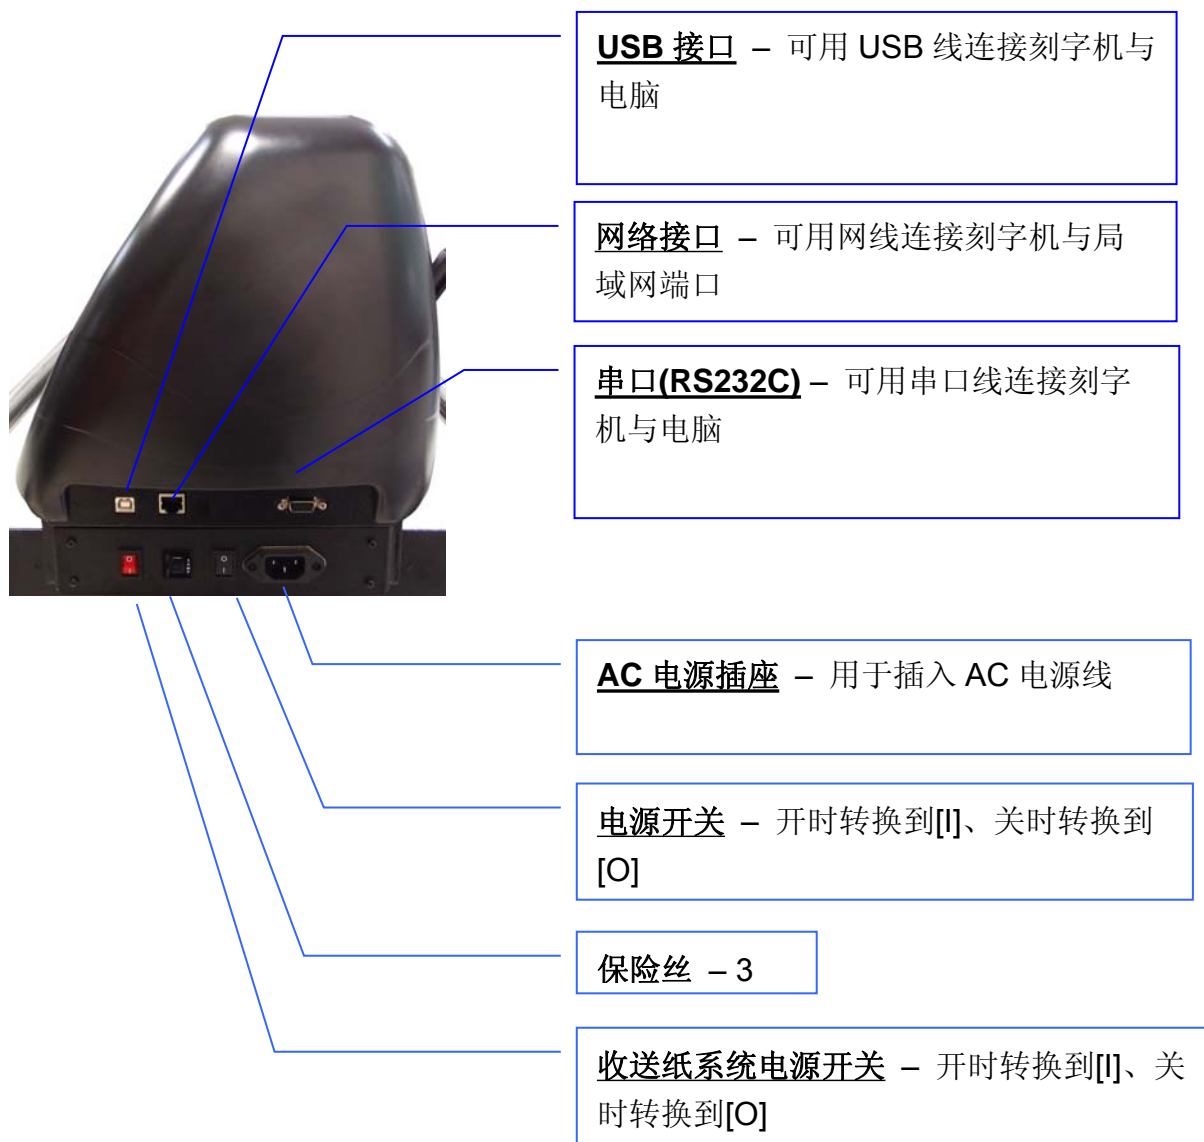

图 1-4
1.4.4 捷豹五代右视图	1-4
1.4.3 左视图 (图 1-4)
1.4.4 右视图（图 1-4）